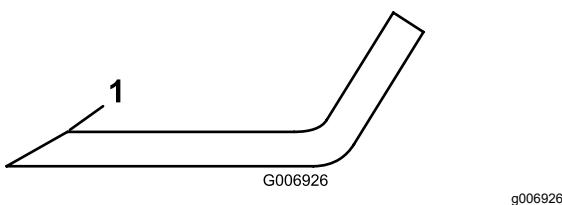

Figura 76
4. Inspecione as extremidades de corte de todas as lâminas. Afie as extremidades de corte se apresentarem sinais de desgaste ou ranhuras, afie apenas a zona superior da parte cortante e mantenha o ângulo de corte original para garantir um desempenho eficaz da lâmina (Figura 76).